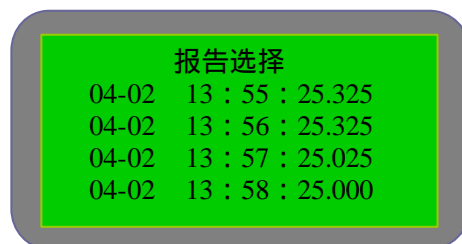
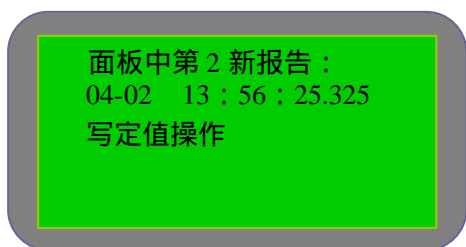
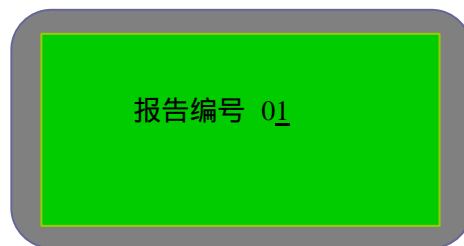
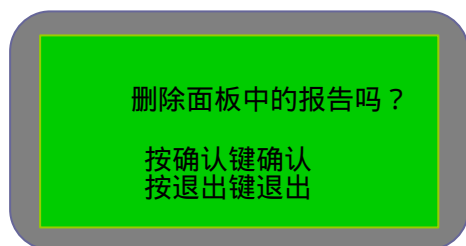

图 5-3-1A
图 5-3-1B
图 5-3-2
图 5-3-3
- 报告：在主菜单选择“报告”，进入报告画面。有三个选项，MMI 报告(面板中保存报文)、CPU 报告(CPU 中保存的报文)、删除(删除面板中保存的报文)。选择“MMI 报告”，屏幕画面见图 5-3-1A。按“上移”键或“下移”键选择相应的报文，按“确认”键查看该条报文，如图 5-3-1B 所示，按“左移”键“右移”键查看上一条或下一条报文，按“上移”键“下移”键翻页本报文。选择“CPU 报告”，如图 5-3-2，选择报告条号，按“确认”键进入报告显示。选择“删除”，屏幕画面见图 5-3-3。确认需输入密码 9876。